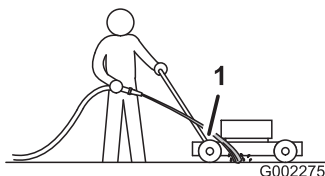

Bild 35
3. Halten Sie den Wasserschlauch auf Holmhöhe und richten Sie den Wasserstrahl unmittelbar vor dem rechten Hinterrad auf den Boden (Bild 35).